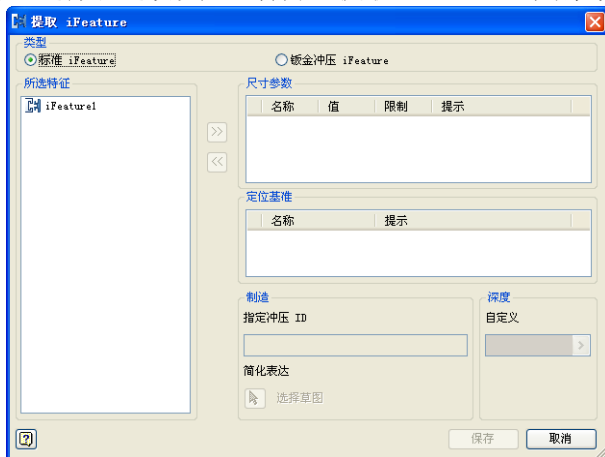

图 3-91 “提取 iFeature”对话框
(1) 选择【管理】选项卡内【编写】面板中的【提取 iFeature】选项来创建当前零件特征或草图的 iFeature 文件。选择该选项以后，打开【提取 iFeature】对话框如图 3-91 所示。